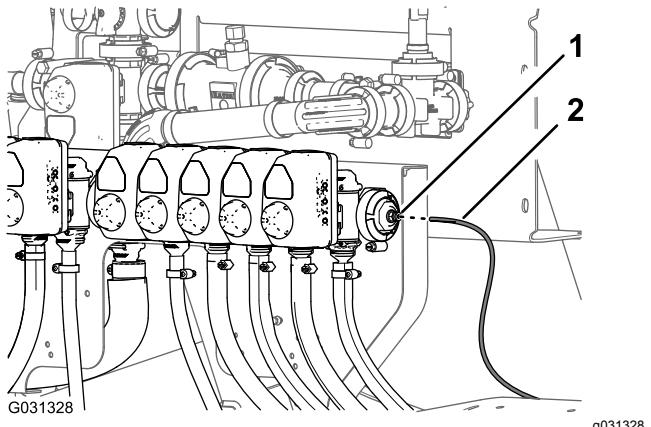

Figura 145
- Alinee el extremo del tubo del sensor de presión (plástico) del indicador de presión del salpicadero con el anillo de bloqueo del acoplamiento del tubo (Figura 145).
- Inserte el tubo del sensor en el anillo de bloqueo hasta que el tubo esté totalmente asentado (Figura 145).